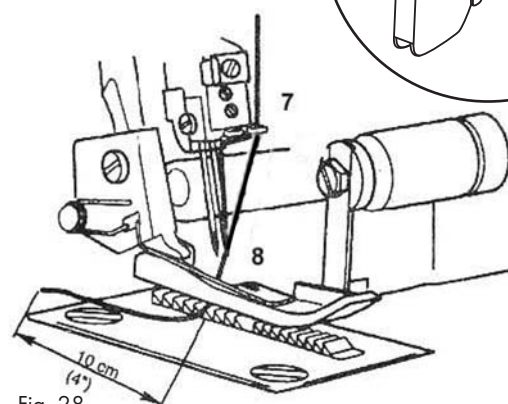

Fig. 28
5. Guidez le fil à travers l'aiguille droite (8) (Fig. 28).
6. Posez le fil vers l'arrière, sous le pied-de-biche (21).